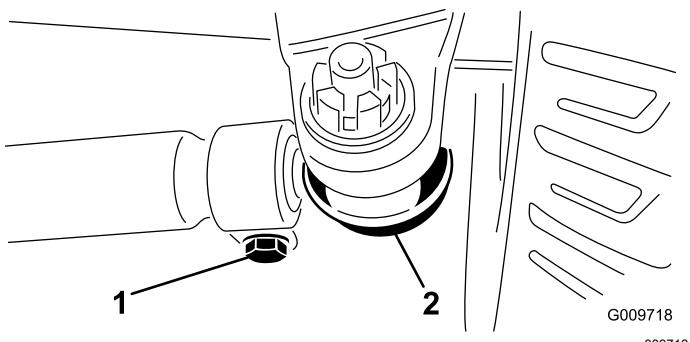

图 74
3. 要调节前束应从任一横拉杆球窝接头卸除开口销和螺母 **图 74**。
5. 拧松横拉杆两端的夹具 (图 74)。